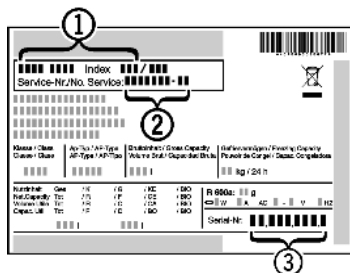

Fig. 29
- ▶ Leggere la denominazione dell'apparecchio Fig. 29 (1), il numero di assistenza Fig. 29 (2) e il numero di serie Fig. 29 (3) dalla targhetta identificativa. La targhetta identificativa è situata all'interno dell'apparecchio, sul lato sinistro